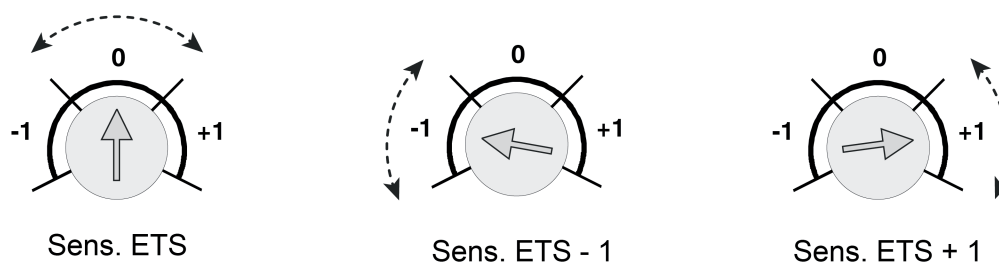

Bild 8: Einstellbereiche des Empfindlichkeitseinstellers am Gerät (-1 <-> 0 <-> +1)
- (3) Zierring
- (6) Einsteller **Sens.** zur manuellen Empfindlichkeitskorrektur
- (7) Programmierstaste
Die Empfindlichkeit der Bewegungserfassung, die ein Maß für die Reichweite der PIR-Auswertung ist, kann getrennt für die PIR-Sektoren A, B und C in der ETS parametrisiert werden und ist darüber hinaus vor Ort am Gerät nach der Inbetriebnahme veränderbar. Hierzu verfügt das Gerät über den Einsteller (6), der das Verändern der parametrisierten Empfindlichkeitseinstellung aller PIR-Sektoren ermöglicht. Die Empfindlichkeit kann dadurch um maximal eine Stufe verringert oder erhöht werden. Der Einstellbereich in drei Teilbereiche aufgeteilt (Bild 8).